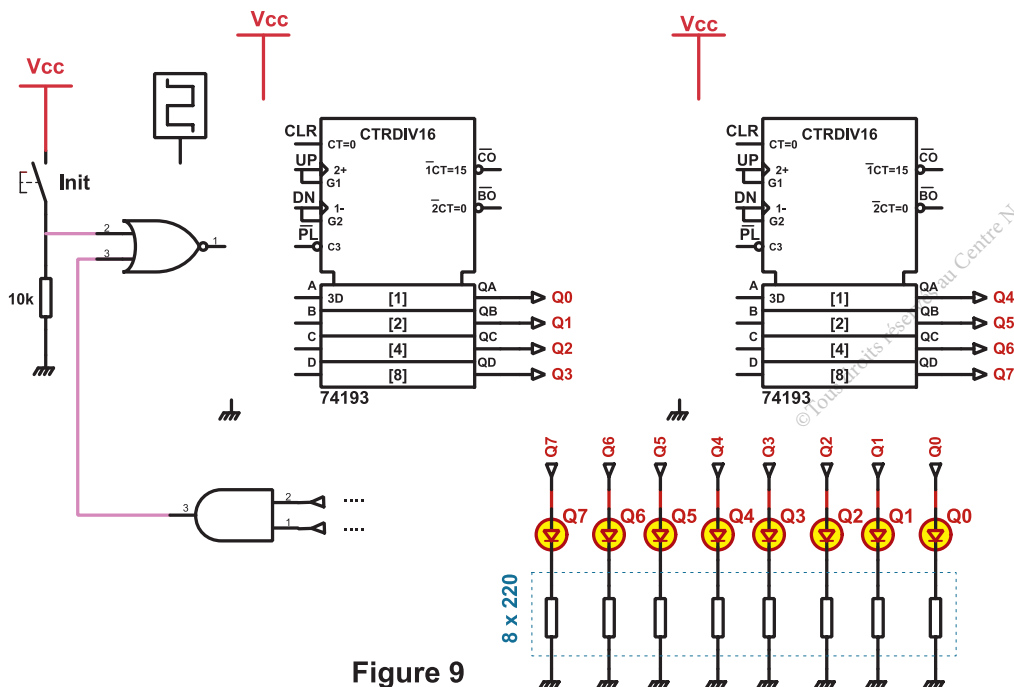

Figure 9
2.1. Compléter le montage de la figure 9 afin d'obtenir un compteur modulo 24.